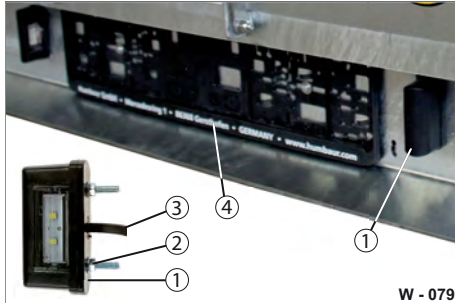

Abb. 77 Kennzeichen-Beleuchtung
- ▶ Lösen Sie die Schraubverbindungen (Abb. 77/2).
- ▶ Lösen Sie den Anschlusskabel mit Steckverbindung (Abb. 77/3).
- ▶ Ersetzen Sie die komplette LED-Leuchte (Abb. 77/1).